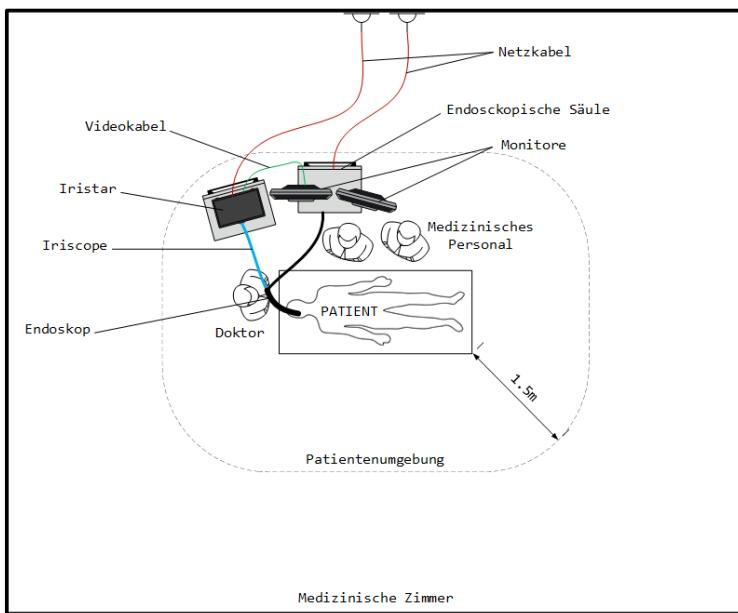

Abbildung 11 - Geräteanordnung im Endoskopieraum
Wenn eine Videoaufnahme läuft, erscheint in der oberen rechten Ecke des Bildschirms ein blinkender Indikator (siehe Abbildung 11). Die Anzeige bleibt angezeigt und blinkt, solange die Aufnahme läuft.
1. Installieren Sie den Controller im Endoskopieraum in einem Abstand von maximal 1 m zum Patienten und in der Nähe der Endoskopieanlage (siehe Abbildung 11) Sicherstellen, dass der Netzschalter und das Kabel (siehe #6 und #7 in Abbildung 5) zum Trennen des Controllers immer zugänglich sind.